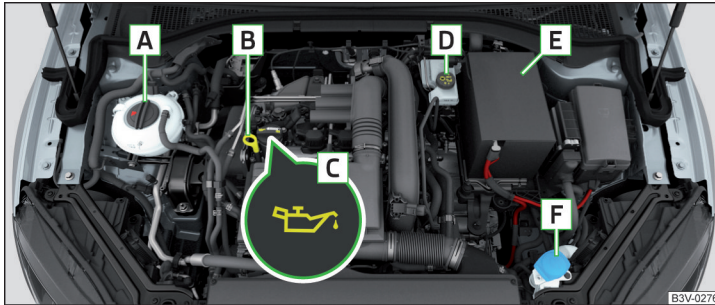

Abb. 217 Anordnungsbeispiel im Motorraum
- › Den Deckel der Motoröleinfüllöffnung **C** abschrauben » **Abb. 217** auf Seite 193.